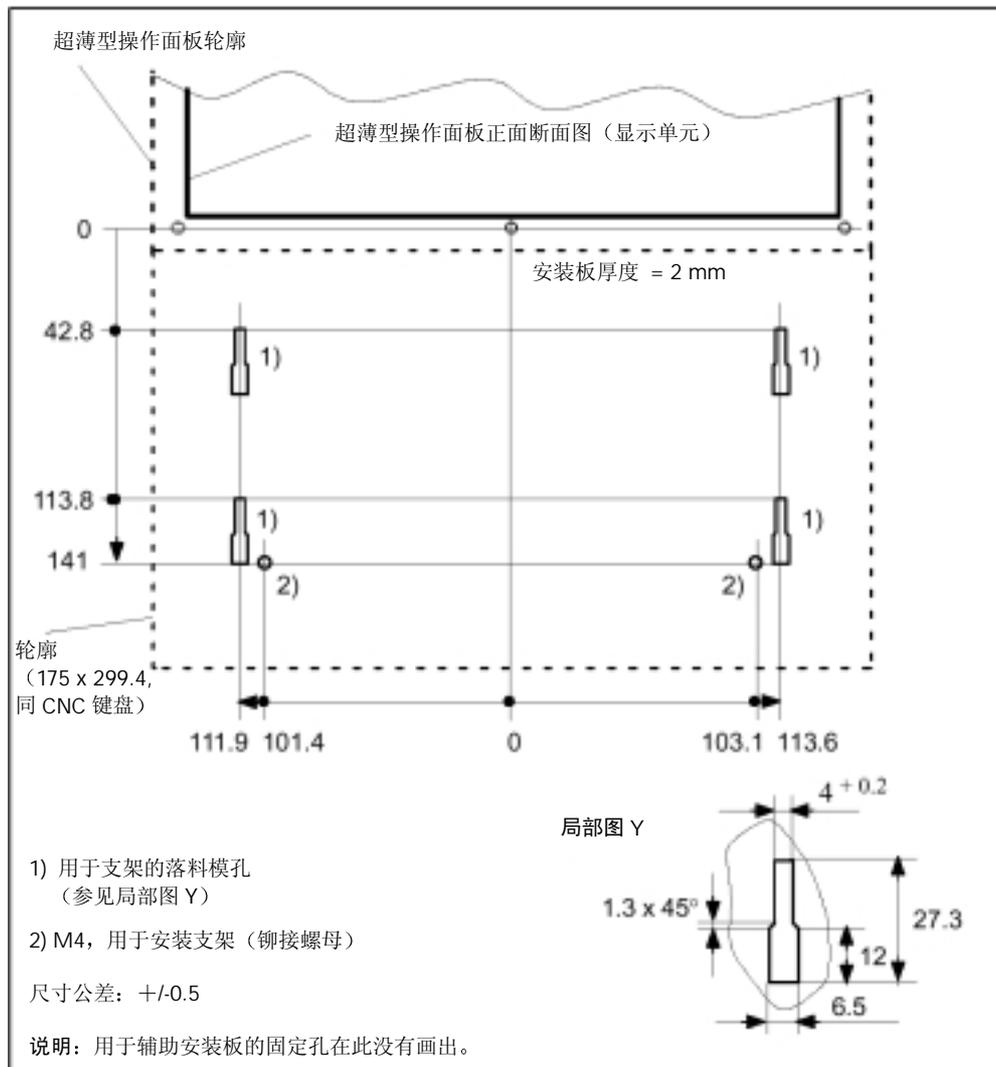

图 4-14 用于辅助安装板的孔分布图和尺寸图 (后视图)
1. 生成落料模孔和螺孔, 用于紧固适配器 (参见图 4-14)。